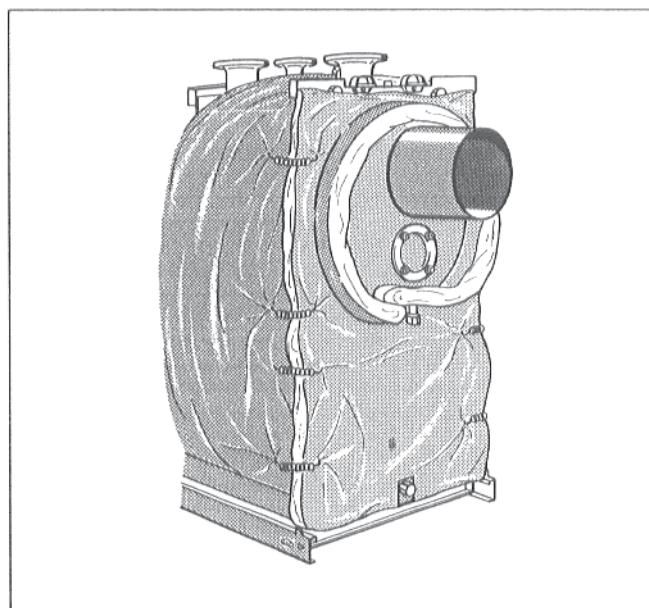

Рис. 10
- Наложить теплоизолирующие маты на заднюю стенку котла и прикрепить их к теплоизолирующим матам, расположенным по периметру котла, используя по 8 натяжных пружин (Рис. 10).
- Уложить теплоизолирующие ленты вокруг газосборника отходящего газа и закрепить их внахлестку посредством одной натяжной пружины (Рис. 10).